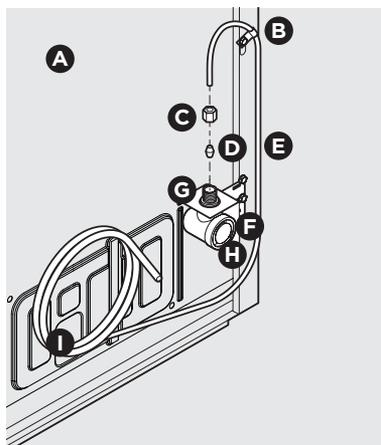
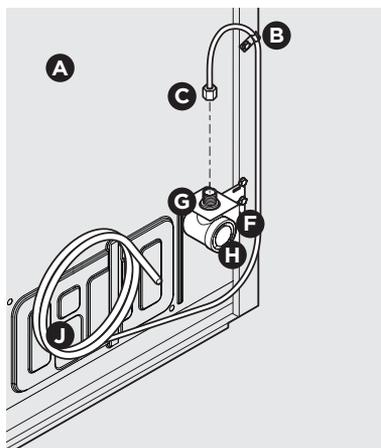

Figure 1
Figure 2
4. Si vous utilisez un **tuyau en cuivre** : faites glisser l'écrou de compression en laiton, puis placez la bague (raccord) sur la conduite d'alimentation en eau. Poussez le tuyau d'alimentation en eau dans l'entrée de la vanne d'alimentation en eau aussi loin que possible (6,4 mm / ¼ po). Faites glisser la bague (raccord) dans l'entrée de la vanne et serrez à la main l'écrou de compression sur la vanne. Serrez un autre demi-tour avec une clé. NE PAS trop serrer. Consultez la figure 1.
Si vous utilisez un **tuyau flexible tressé en acier inoxydable**, l'écrou est déjà assemblé sur le tuyau. Faites glisser l'écrou sur l'entrée de la vanne et serrez l'écrou à la main sur la vanne. Serrez un autre demi-tour avec une clé. NE PAS trop serrer. Consultez la figure 2.
B	Pince en acier (fig. 1 : 6,4 mm [¼ po]; Fig. 2 : 12,7 mm [½ po])